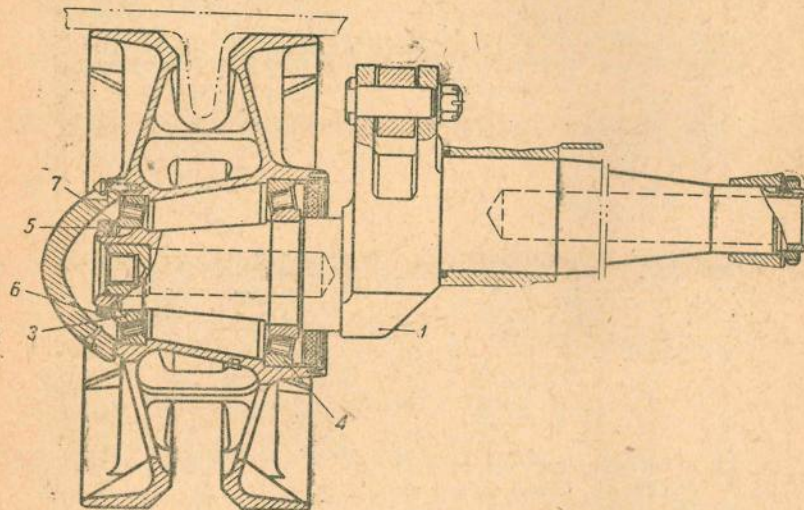

Рис. 49. Установка направляющего колеса
(рис. 49—51)
2. Снять броневой колпак (рис. 49) ленивца, для чего отвернуть шесть болтов.